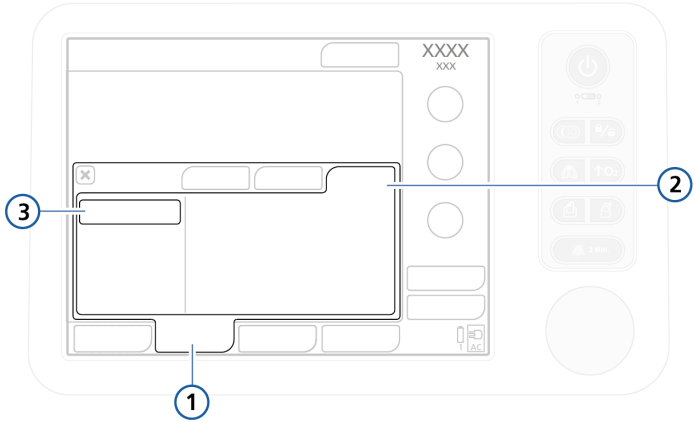

图 3-8. 数据传输窗口 1
2. 打开“效用”->“数据传输”窗口（图 3-8），并选择“导出日志”。